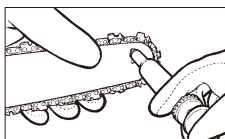

Fig. 20
3. Sätt in fettspnutans (tillval) spets i smörjhålet och spruta in fett till det kommer ut på kedjekranspetsens utsida (Fig. 20).